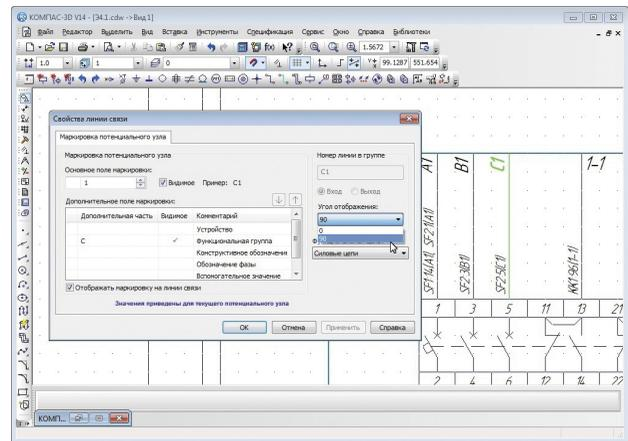

Рис. 7. Поворот текста
- для линий электрической связи, подключенных к групповым линиям связи, появилась возможность поворота текста номера линии в группе на угол 90° (рис. 7);